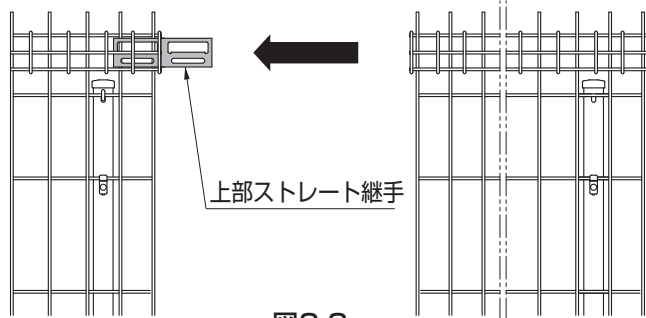

図2-3
- フェンス2枚目以降は、上部ストレート継手と仮止めフックを使って仮固定してください。連結施工ができます。(図2-3参照)